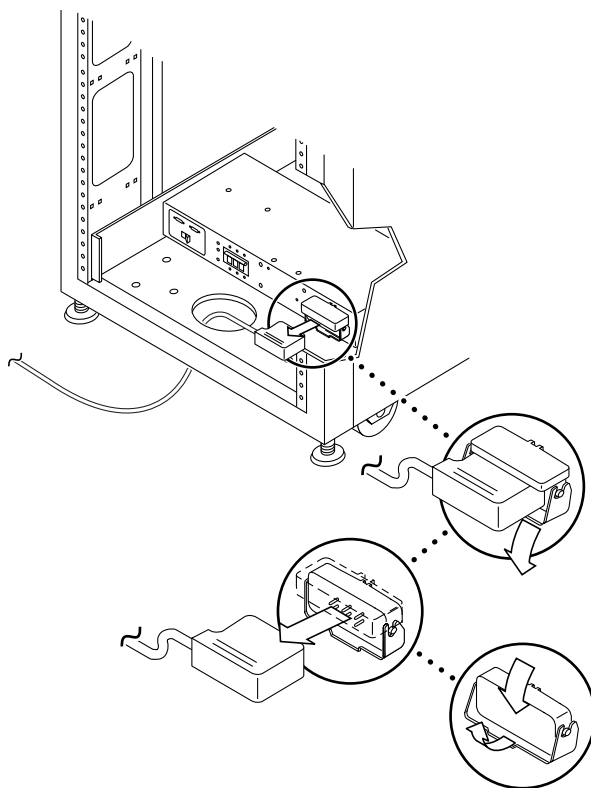

图 6-9 断开交流电源线
1. 将交流电源线与电源序列发生器上的电源连接器断开（图 6-9）。
1. **拉回电源连接器盖板**（图 6-9）。